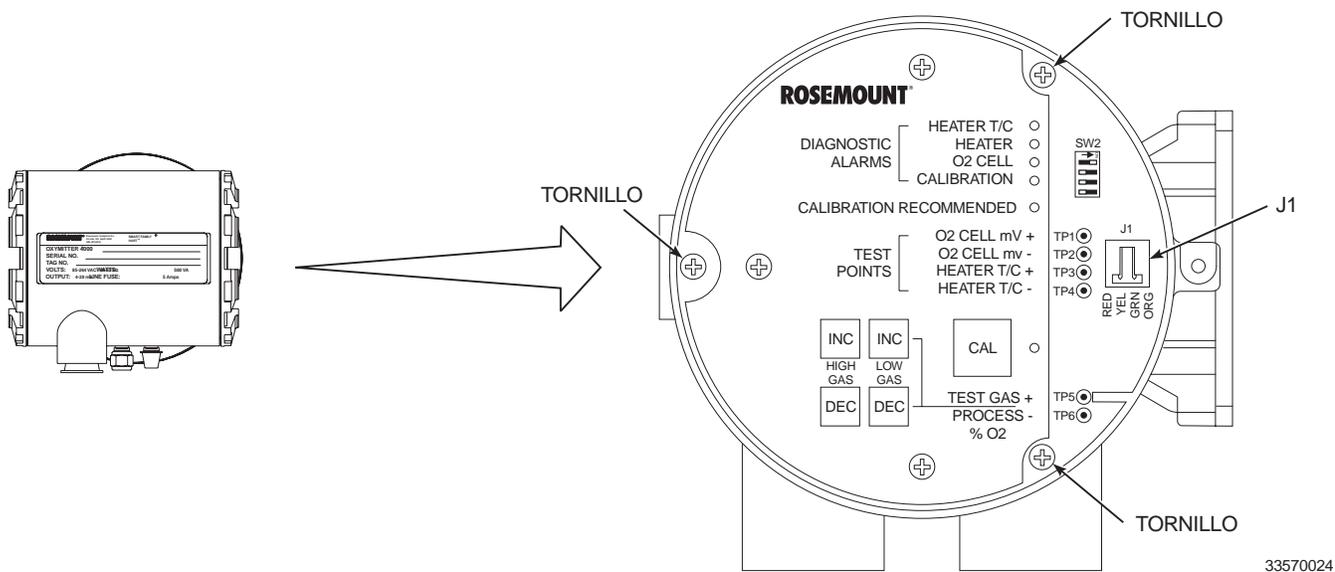

Figura 6-5. Conjun Electrónico
2. Retire la cubierta de la carcasa derecha para descubrir el ensamblaje del sistema electrónico (Figura 6-5).
b. Cambio del Ensamblaje del Sistema Electrónico. (Figura 6-5)
d. Cambio del Fusible (Figura 6-5).